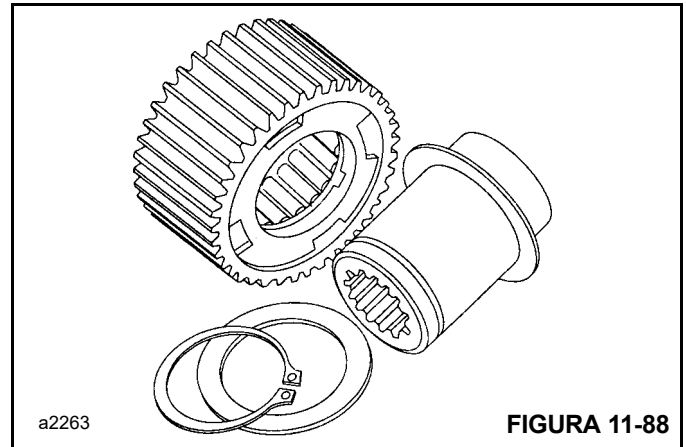

FIGURA 11-88
2. Tire de la pista interior hacia afuera (Figura 11-88). Examine la pista en busca de excoriación, desgaste o indentaciones causadas por las levas de uñas.